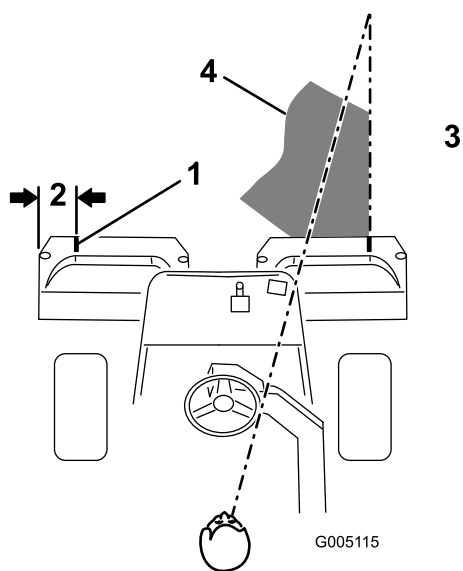
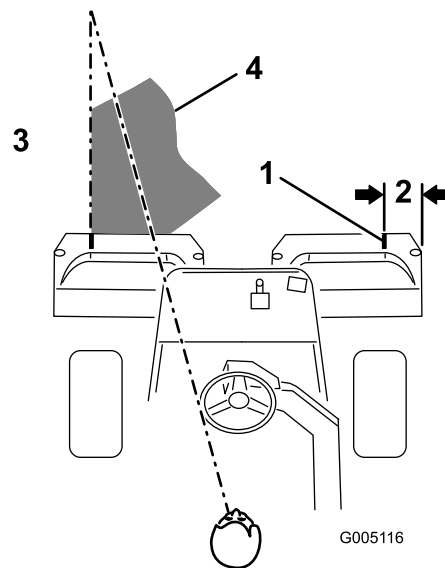

図 23
図 24
2. その位置に白色テープか白ペンキで集草箱の縁と平行に目印を入れる（図 23）。
- 行きと帰りでのオーバーラップができるだけ小さくなるように運転します。隣の列との距離を一定に保って直進するには、本機の前方向約 2～3m を視野に捕らえておくのがポイントです（図 23 および図 24）。ハンドルを目印にして距離を合わせても良いでしょう。その場合、ハンドルの縁と本機前方の目標ラインとを重ねて見ながら運転します（図 23 および図 24）。